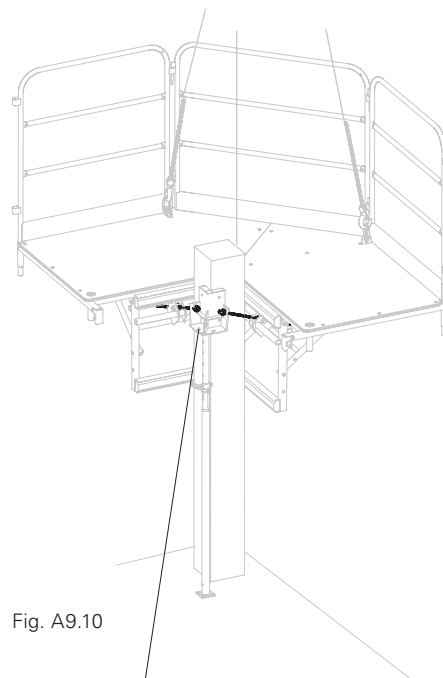

Fig. A9.10
5. Regolare la piattaforma angolare e il puntello per solai alla stessa altezza, quindi stringere le barre di ancoraggio (9.3), AF 24. (Fig. A9.10)